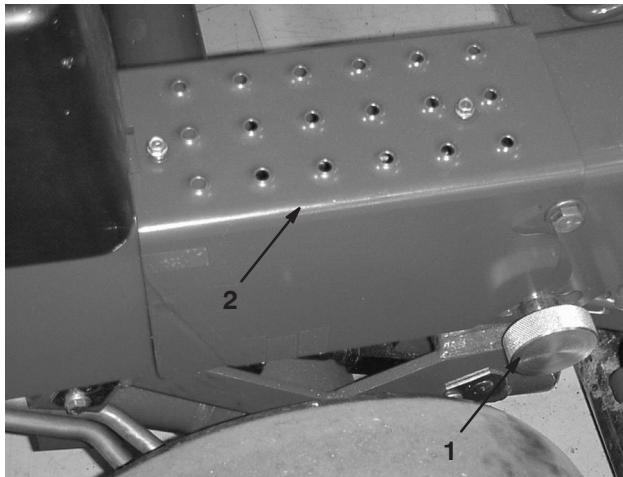

Bild 6
5. Drehen Sie den Lenkarm in die aufrechte Betriebsstellung (Kerben). Befestigen Sie ihn mit dem Sperrhandrad und dem Splint (Bild 6).
6. Montieren Sie die rechte Trittplatte mit den zwei Blechschauben am Rahmen (Bild 6).